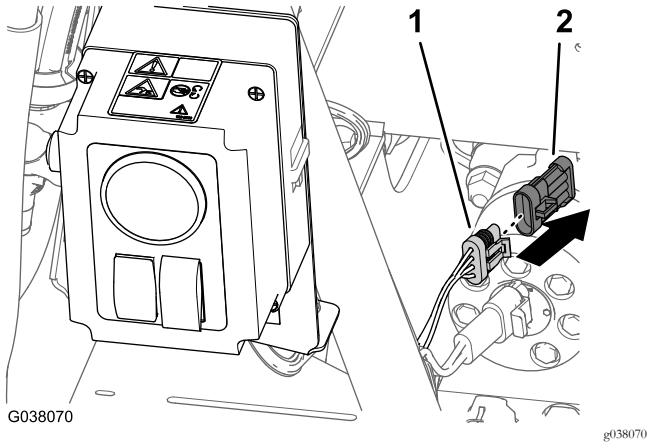

図 118
1. 車両後部で、後方ハーネスの4ソケットピンコネクタ HOSE REEL というラベルが付いているのキャップを外す 図 118。